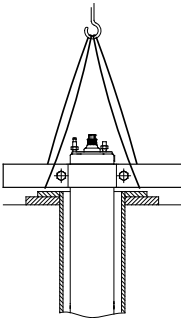

Fig. 15 Motor în poziție verticală
- 2. Plasați motorul în poziție verticală la la gura puțului. Vezi fig. 15.